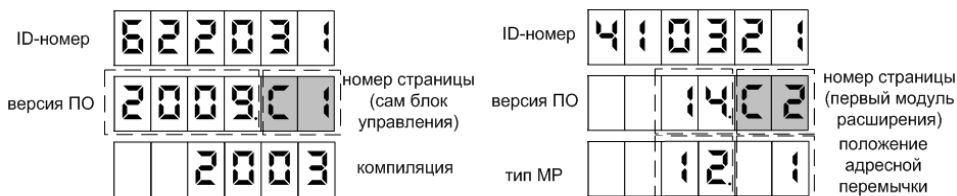

Рисунок 20
- ввести номер параметра и адрес рукава (см. рисунок 20);
8.1 Для приведения устройства в рабочее состояние достаточно подать на него электропитание. После включения на табло отображается информация о версии ПО устройства (рисунок 20).